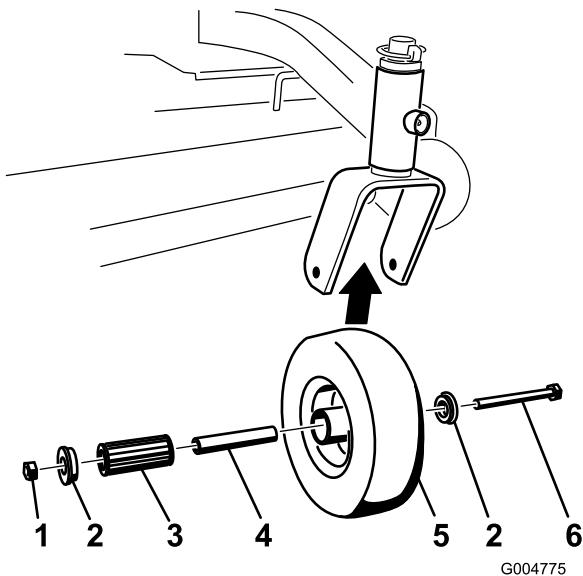

Figura 45
1. Retire la contratuerca y el perno que sujetan la rueda giratoria a la horquilla (Figura 45).
2. Retire un solo casquillo y tire del casquillo intermedio y del cojinete de rodillos para sacarlos del cubo de la rueda (Figura 45).
3. Retire el otro casquillo del cubo de la rueda y límpie la grasa y la suciedad del cubo de la rueda (Figura 45).
4. Inspeccione el cojinete de rodillos, los casquillos, el casquillo intermedio y el interior del cubo de la rueda para comprobar que no están desgastados. Cambie las piezas defectuosas o desgastadas (Figura 45).
5. Para montar el conjunto, coloque un casquillo en el cubo de la rueda. Engrase el cojinete de rodillos y el casquillo intermedio y deslícelos en el cubo de la rueda. Coloque el segundo casquillo en el cubo de la rueda (Figura 45).
6. Instale la rueda giratoria en la horquilla y fíjela con el perno y la contratuerca. Apriete la contratuerca hasta que el casquillo intermedio se apoye contra el interior de las horquillas de las ruedas giratorias (Figura 45).